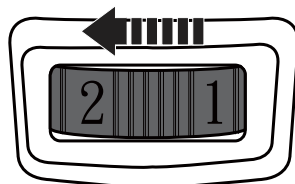

Fig. 15
- > Desplace el selector de velocidad (1) hacia atrás (visto desde la posición del operador) para reducir la velocidad máxima (Fig. 15). Un ajuste menor es adecuado cuando se lija con papel de lijado de grano grueso para retirar pinturas o barnices.